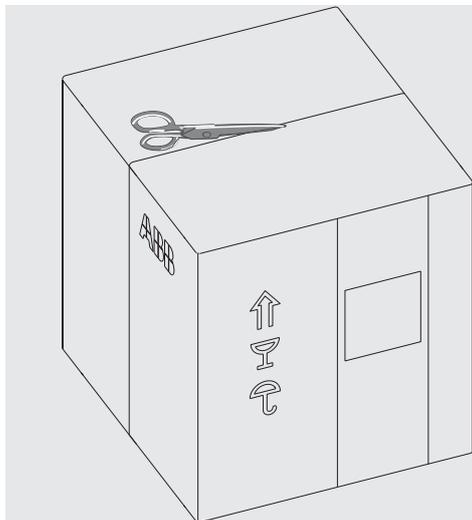
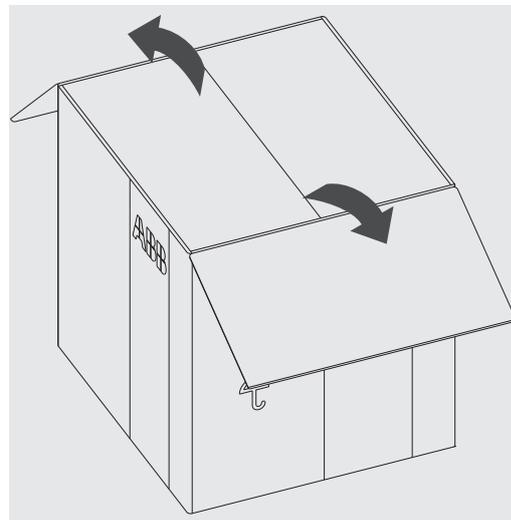

Figura 5
Figura 6
1. Cortar la cinta que sella la caja. Véase Figura 5 e Figura 6.